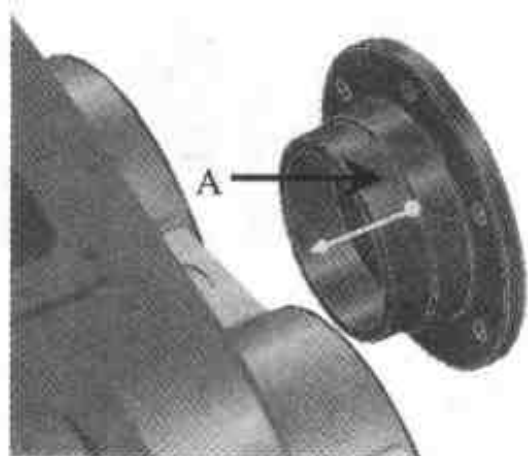

图 3.166 选择装配位置
- (2) 在零件状态下选择端盖，打开【无约束装配】工具，旋转视图到如图 3.166 所示的位置，可以看见端盖的装配面位置，单击图中 A 所示的位置。